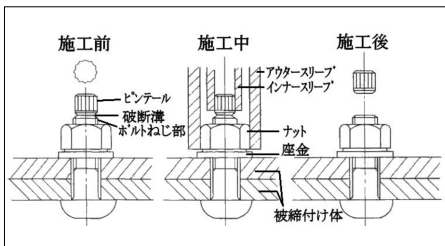

図3 トリア形高力ボルトの施工方法（※4）
1. 構造用トリア形高力ボルト（図3）
※4 図3は日本ファスター工業株式の資料を引用しました。